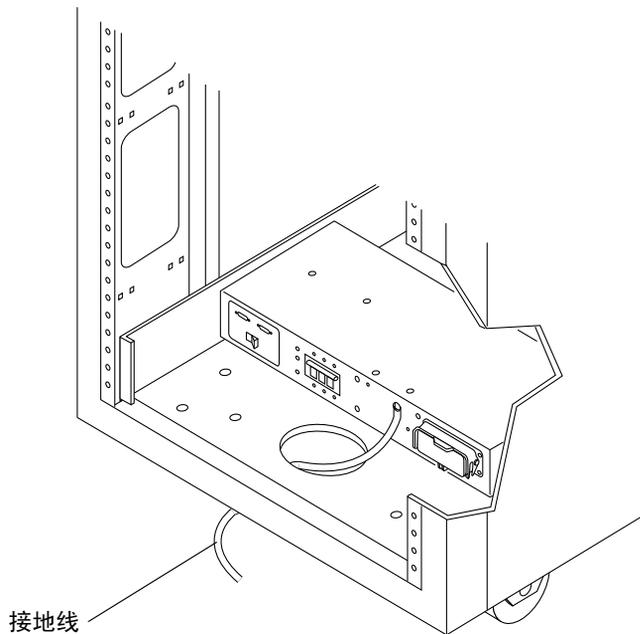

图 2-8 将接地线连接到前电源序列发生器
2. 将接地线的一端接到机柜上的前电源序列发生器（图 2-8）。